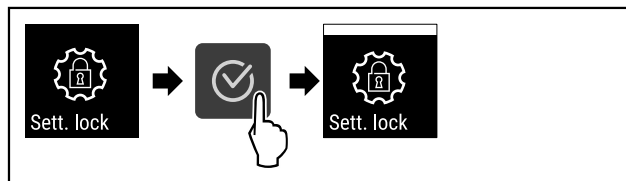

Fig. 69
- ▶ Eseguire i passi (vedere Fig. 69).